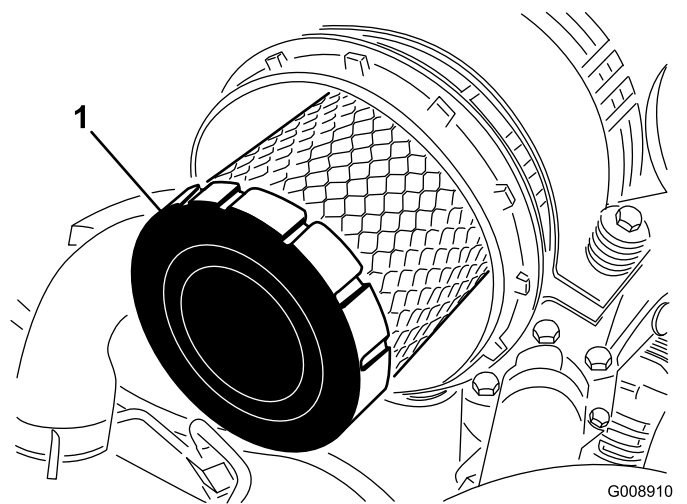

Figura 88
4. Togliete il filtro primario dell'olio (Figura 88).